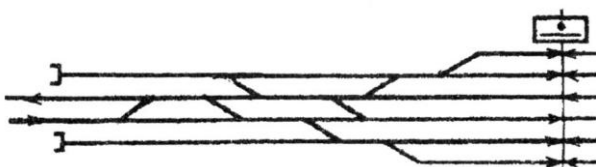

Рисунок 13
- 3 На схематическом плане станции (рисунок 13) произведите: